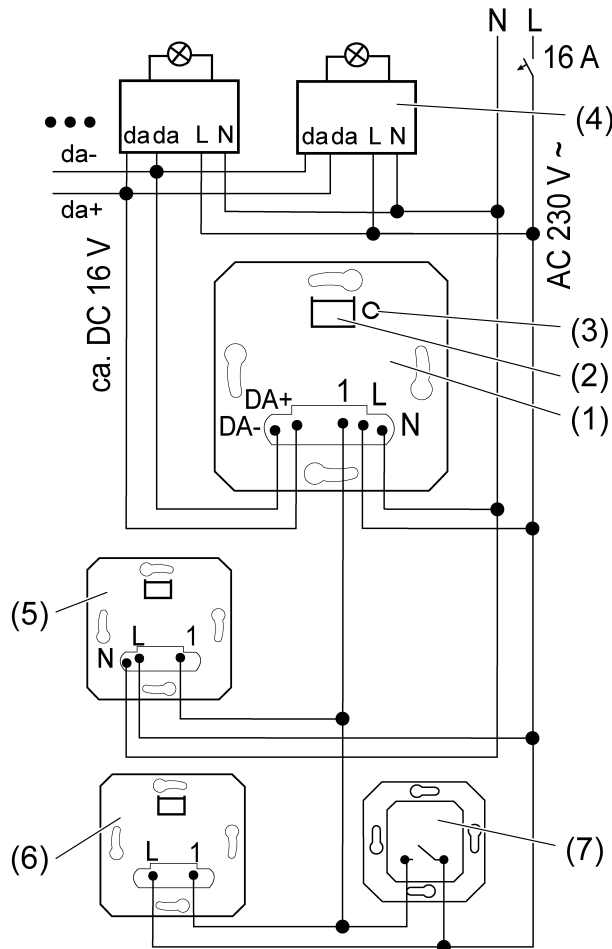

рисунок 1: Схема подключения с дополнительными подчиненными узлами локальной сети
- Подключите вставку DALI (1) и элементы DALI (4) согласно схеме соединений (рисунок 1).